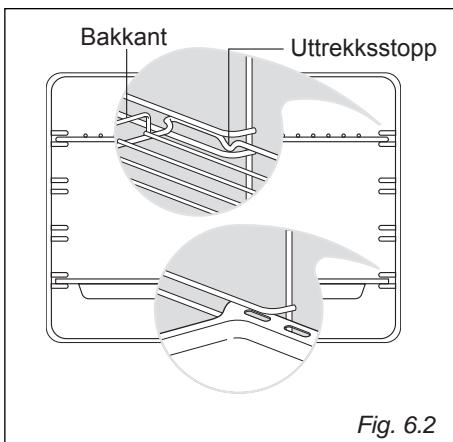

Fig. 6.2
- Bakeplate og grillrist skyves inn på skinnen (Fig. 6.2).